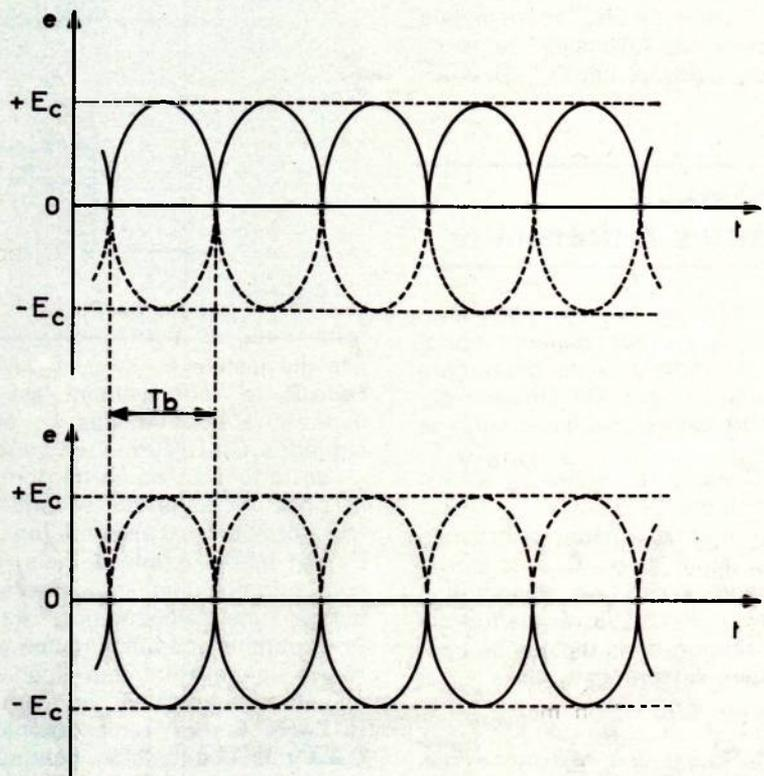

Figure 4
Lorsque le redressement est bi-alternance on obtient le redressement des deux alternances comme indiqué à la figure 4. On verra par la suite que les signaux redressés par ce procédé sont plus faciles à filtrer, les éléments du filtre étant plus simples et plus économiques ou plus efficaces.
Plus la capacité des condensateurs des filtres sera grande, plus la tension obtenue sera proche de la tension continue. Voici à la **figure 5** la forme de la tension de sortie dans un système redresseur avec condensateur. En (A), cas du redressement mono-alternance et en (B) cas du redressement bi-alternance. Sur les **figures 4 et 5**, on a indiqué les périodes T (mono) et T_b (bi). On a $T_m = 2 T_b$.